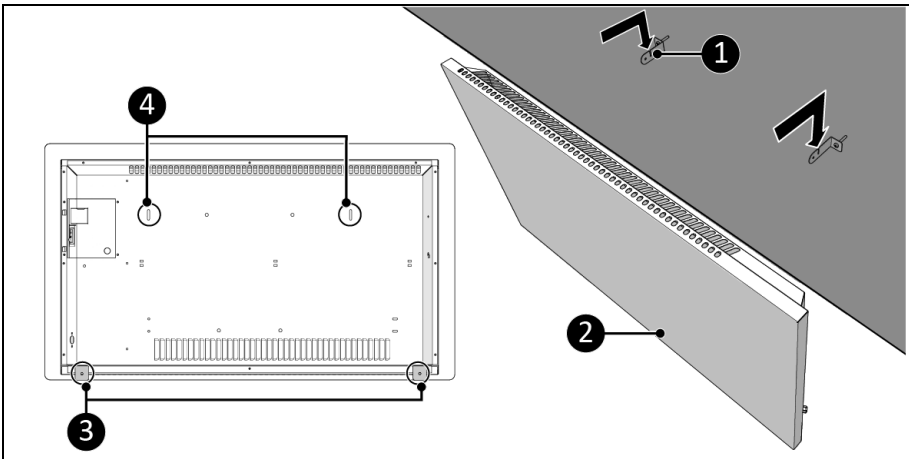

Abbildung 12
9. Platzieren Sie die Halterungslöcher (Abbildung 12, Pos. 4) über den Wandhalterungen (Abbildung 12, Pos. 1).
10. Lassen Sie das Gerät (Abbildung 12, Pos. 2) in die Öffnungen der Wandhalterungen gleiten (Abbildung 12, Pos. 1).
11. Verwenden Sie die Gerätehalterungen (Abbildung 12, Pos. 3), um die Position des unteren Lochs an der Wand zu markieren.
12. Entfernen Sie das Gerät von den Wandhalterungen (Abbildung 12, Pos. 1).